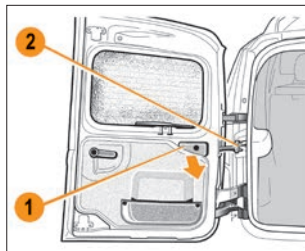

Рис. 1.4.6. Полное открытие большой двери багажного отделения
**Полное открытие большой двери багажного отделения.** Чтобы полностью открыть дверь, разблокируйте фиксатор, потянув ручку предохранителя **1** (рис. 1.4.6) на себя, затем откройте дверь так, чтобы можно было освободить фиксатор **2**.